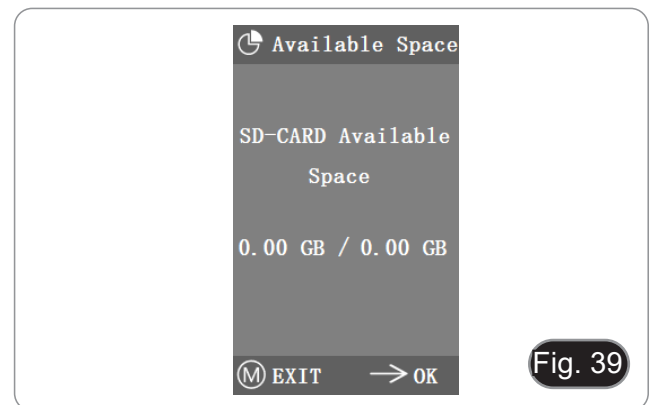

Fig. 39
2. Wenn "0.00 Gb / 0.00 Gb" angezeigt wird (Fig. 39), wurde die SD-Karte nicht erfolgreich eingelegt; bitte versuchen Sie, sie erneut einzulegen.